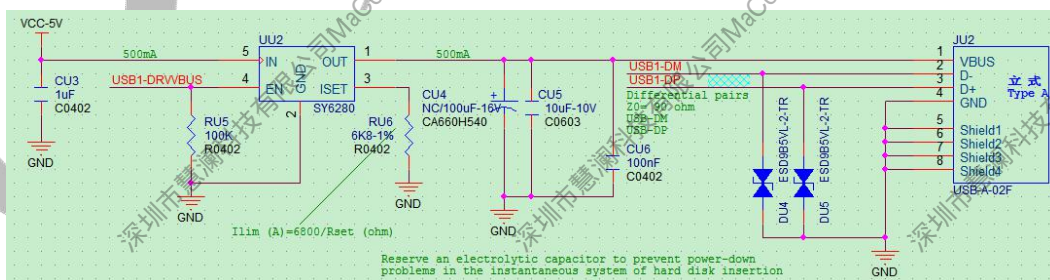

图 2-33 USB1 口电源设计
- a) 因前端含有了 5V 升压 IC，USB1 口的供电来源于系统 VCC-5V，只增加一个限流开关即可，设计如图 2-33 所示。